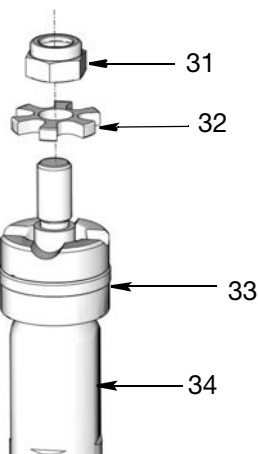
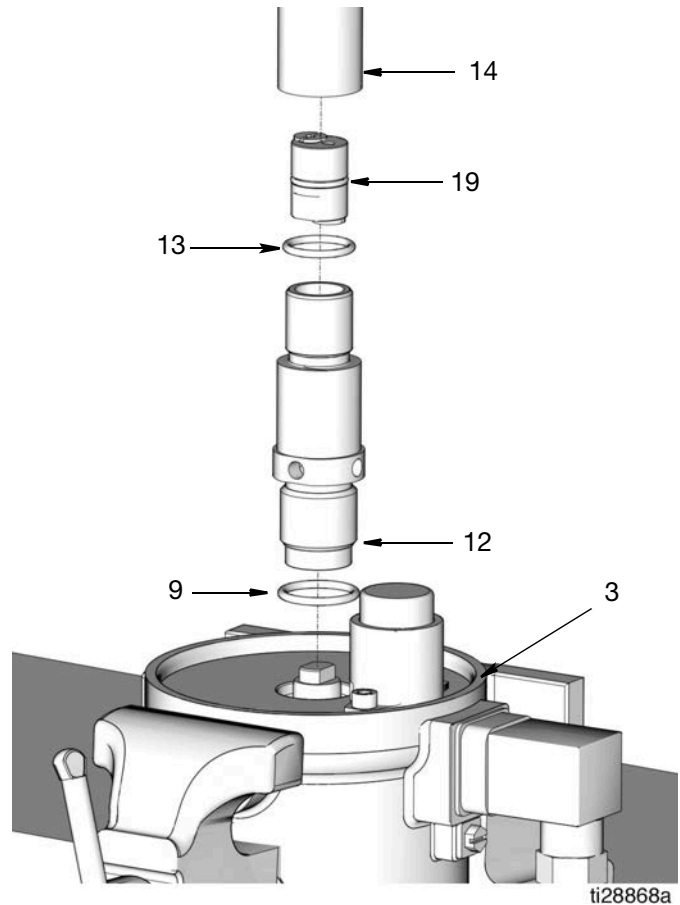

FIG. 37
FIG. 38
14. Installare la rondella a stella (32) e il controdado (31) sull'asta del pistone (34) come mostrato in FIG. 37.
15. Utilizzare una chiave per serrare il controdado (31).
16. O-ring del tubo di uscita (13) e O-ring del cilindro della pompa (9)
Applicare un sottile strato di grasso sull'O-ring del tubo di uscita (13) e l'O-ring del cilindro della pompa (9) e installare gli O-ring sul tubo di uscita (14) e sul cilindro della pompa (12) (FIG. 38).